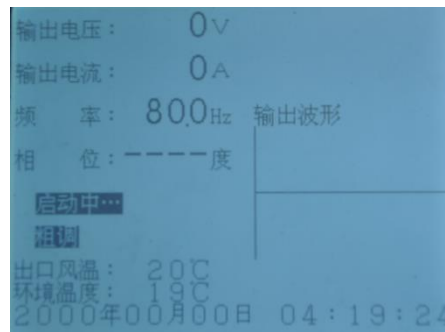

图 21 HMCXZW 变频电源装置启动时
7.3.5 按“启动”按钮，此时变频电源装置启动。在这个过程中依次完成风扇启动、预合闸、合闸。需要大约 5 秒钟，屏幕提示如下图 21 所示，屏幕显示“系统启动中……”，数秒钟后屏幕显示“启动完成”，系统进入待升压状态。